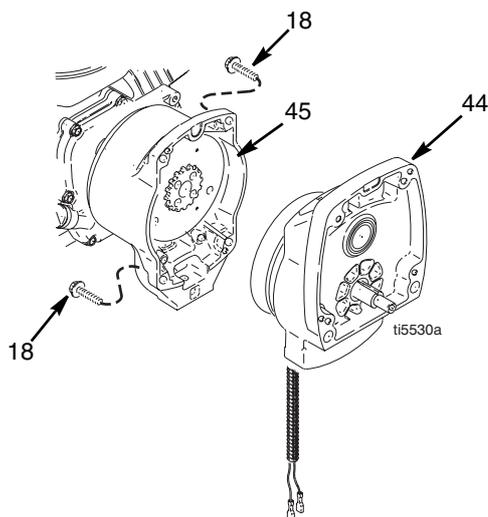
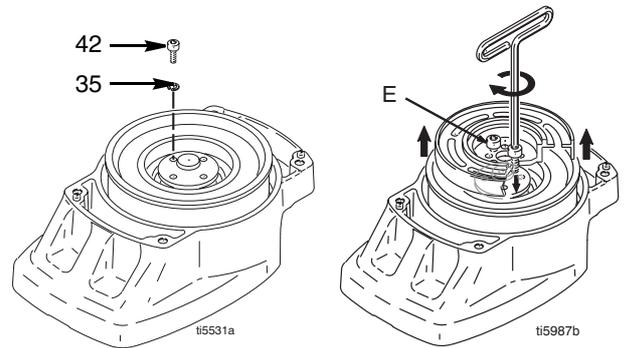

Рис. 4
Рис. 5
4. Рис. 4. Выкрутите четыре винта (18) и снимите узел шестерни (44).
5. Рис. 5. Уложите на верстак узел шестерни (44) с обращенной вверх стороной ротора.
6. Выкрутите четыре винта (42) с пружинными шайбами (35). Установите два винта в отверстия с резьбой (E) в роторе. Поочередно затягивайте винты, чтобы извлечь ротор.
9. Рис. 5. Уложите узел шестерни на верстак с обращенной вверх стороной ротора.
10. Смажьте винты составом «локтит». Установите четыре винта (42) с пружинными шайбами (35). Поочередно затягивайте винты с усилием в 14 Нм, чтобы надежно закрепить ротор. Для удержания ротора используйте отверстия с резьбой.
11. Рис. 4. Установите узел шестерни (44) и закрепите его четырьмя винтами (18).